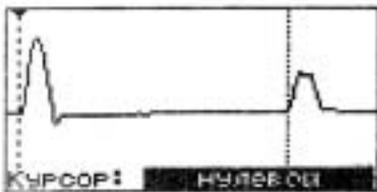
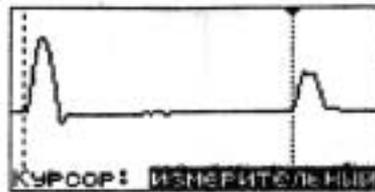

Рисунок 16
Рисунок 17
6.3.11 **Активизация нулевого или измерительного курсора** производится после выбора пункта "Курсоры" в основном меню. Нажатием кнопки "F" проверьте выбор в качестве активного нулевого (рисунок 16) и измерительного (менее разряженная штриховая вертикальная линия) курсора (рисунок 17).